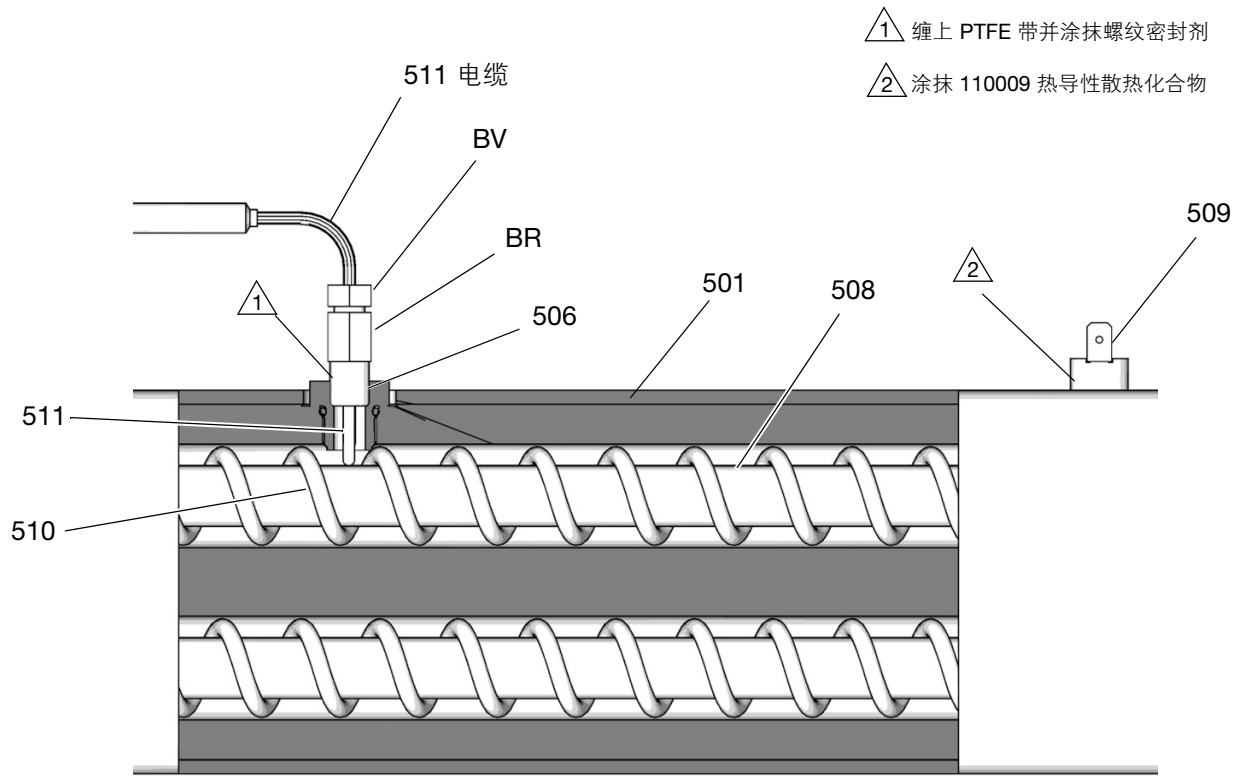

图 69: 热电偶
7. 参见图 69 所示。松开套圈螺母 (BV)。从加热器外壳 (501) 中取出热电偶 (511)，然后卸下热电偶外套 (BR)。除非还需要卸下搅拌器（510），否则不要拆下热电偶适配器（506）。如果必须卸下转换接头，则当更换转换接头时，要确保混合器 (510) 不挡道。
8. 更换热电偶。参见图 69 所示。
- b. 给外螺纹缠上 PTFE 带并涂抹螺纹密封剂，然后将热电偶外套 (BR) 拧入转换接头 (506) 内。
- c. 将热电偶 (511) 向里推，使其端头接触到加热元件 (508)。
- d. 将热电偶(511) 尖端顶在加热器元件上，将套圈螺母 (BV) 拧紧，然后再拧 1/4 圈。
11. 同时接通加热器 A 和 B 进行测试。温度应该以同样的速度上升。如果一个加热器的加热速度低，可松开套圈螺母 (BV) 并紧固热电偶外套 (BR)，使热电偶 (511) 端头接触到加热元件 (508)。